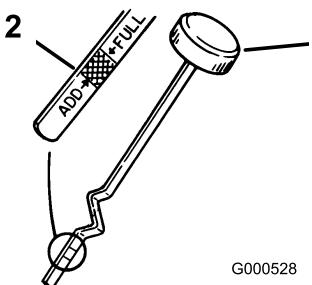

Figura 35
3. Svitate l'asta di livello dell'olio e tergete l'estremità (Figura 35).